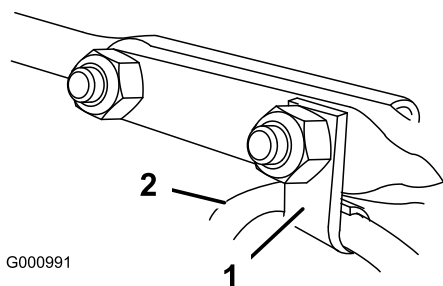

Рисунок 16
6. Наденьте зажим, который поддерживает тросик дефлектора, на передний болт с квадратным подголовком, и закрепите болты контргайками из комплекта вспомогательных деталей (Рисунок 16).